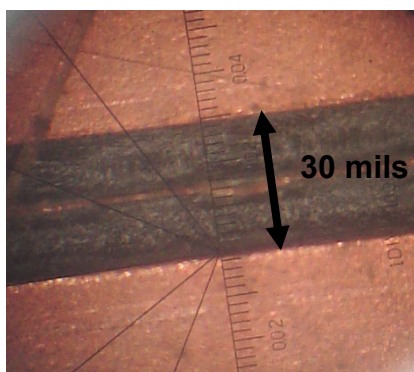

Figura 4.19. Los Trazos Apenas se Rozan
c) Si los trazos apenas se tocan, tal como se muestra en la Figura.4.19; significa que la profundidad de la herramienta esta bien establecida.